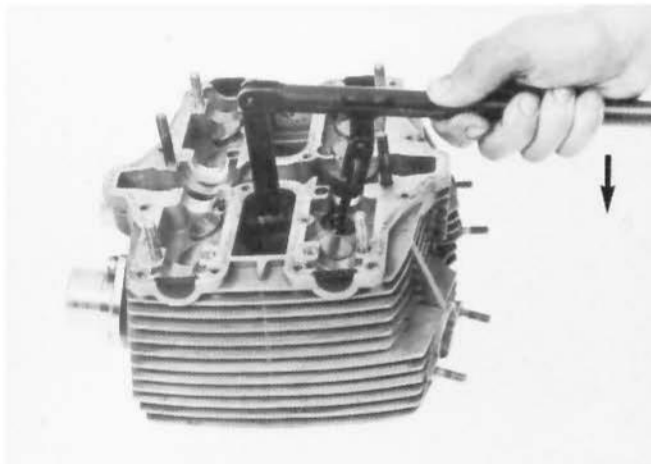

Fig. 42
- b) comprimere le molle con l'apposito attrezzo (per impedire che durante questa operazione la valvola si abbassi, sistemare sul banco entro la camera di scoppio un blocchetto di legno di adeguate dimensioni) (Fig. 42);
- b) compress the valve springs by means of the special tool (place a wood block of suitable size and shape inside the combustion chamber to prevent the valves from moving while the springs are being compressed) (Fig. 42);